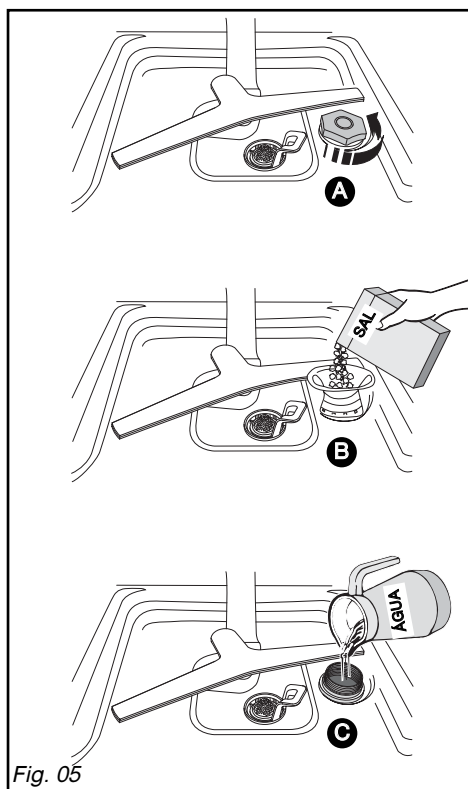

Fig. 05
• Enchimento do depósito de sal regenerante (Fig. 05)